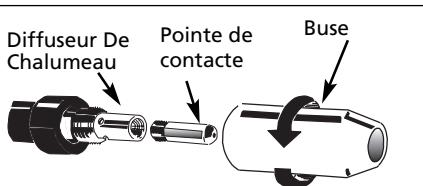

Figure 5 - Buse du chalumeau
Note: Avant d'installer le fil de soudure, s'assurer que le diamètre du fil convienne à la rainure du rouleau d'entraînement sur le mécanisme d'alimentation du fil et que la taille du fil s'apparie à la buse du contact à l'extrémité du pistolet (voir figure 5). Tout mauvais agencement pourrait faire glisser, coller le fil ou provoquer une mauvaise soudure.
- Enlever la buse en tournant dans le sens contraire de celui des aiguilles d'une montre. Ensuite dévisser la buse de contacte du bout du chalumeau (Voir Figure 5). Brancher le soudeur dans une prise de courant convenable.
- Glisser la buse de contacte avec soin par dessus le fil et la visser dans le bout du chalumeau. Installer la buse en la tournant au sens des aiguilles d'une montre. (Voir Figure 5) Couper le fil à environ 4 mm (1/4 po) du bout de la buse.
7. Enlever la buse en tournant dans le sens contraire de celui des aiguilles d'une montre. Ensuite dévisser la buse de contacte du bout du chalumeau (Voir Figure 5). Brancher le soudeur dans une prise de courant convenable.
9. Glisser la buse de contacte avec soin par dessus le fil et la visser dans le bout du chalumeau. Installer la buse en la tournant au sens des aiguilles d'une montre. (Voir Figure 5). Couper le fil à environ 6,4 mm du bout de la buse.